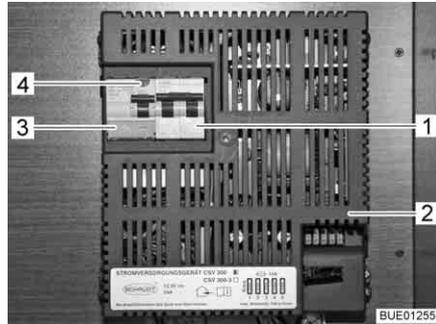

Fig. 131 Fusible automático de 230 V en interruptor FI (CSV 300)
Un interruptor de corriente de defecto (interruptor FI) (Fig. 131,3) en el equipo de alimentación de corriente CSV 300 (Fig. 131,2) asegura el vehículo completo contra corriente de defecto (0,03 A).
Un interruptor de protección de línea de dos polos (Fig. 131,1) postconectado en el equipo de alimentación de corriente protege la red de a bordo de 230 V.
- Si el vehículo está conectado a la alimentación de 230 V, pulsar la tecla de prueba (Fig. 131,4). Se debe activar el interruptor de corriente de defecto (interruptor FI).